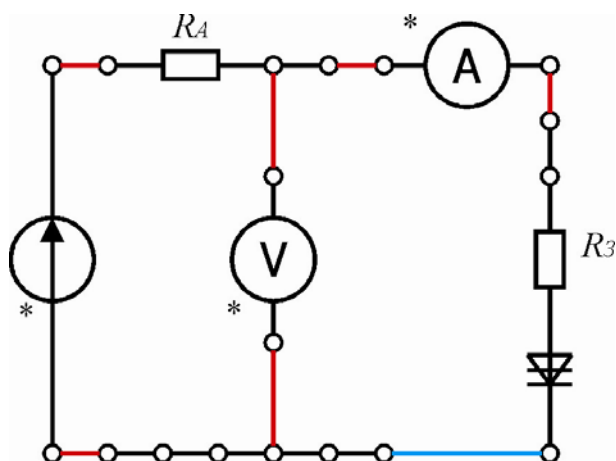

Рис. 4
Все измерения производится с помощью амперметра-вольтметра АВ1. При включении амперметра в анодную цепь рекомендуется соблюдать полярность, указанную на схеме рис. 4. Такое включение позволяет при измерении малых токов существенно уменьшить сетевую наводку на электрическую цепь. При этом необходимо знак тока в результате измерений изменить на противоположный.
1. Соберите электрическую схему рис. 4. На этой схеме красным цветом выделены проводники с наконечниками Ш4-Ш1.6, а синим - с наконечниками Ш1.6-Ш1.6